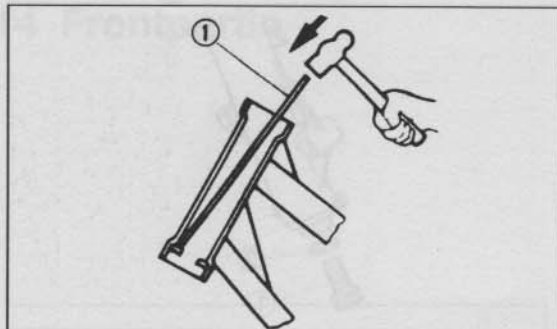

Bild 186
- Unteren Laufring mit Hammer und Meissel vom Sitz treiben (Bild 186).